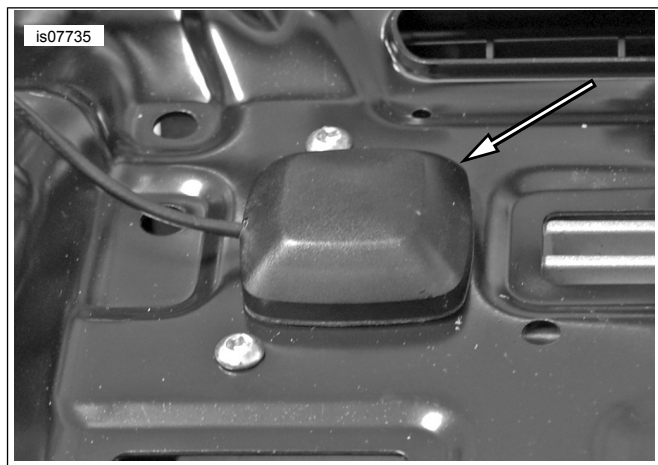

Figure 3. Dépose de l'antenne
8. Voir la figure 3. Selon l'équipement présent, détacher les antennes XM/NAV du support de la radio et les mettre de côté.